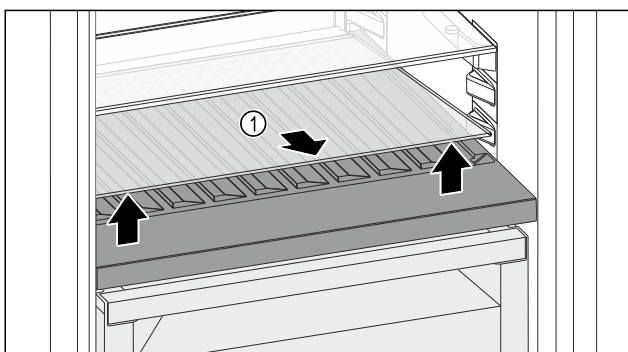

Fig. 151
- ▶ Приподнимите стеклянную пластину Fig. 151 (1) за выемку спереди и извлеките.
- ▶ Уложите стеклянную пластину Fig. 151 (1) на хранение вне устройства.
- ▶ Установите стеклянную пластину (2) под сменной полкой для хранения бутылок.